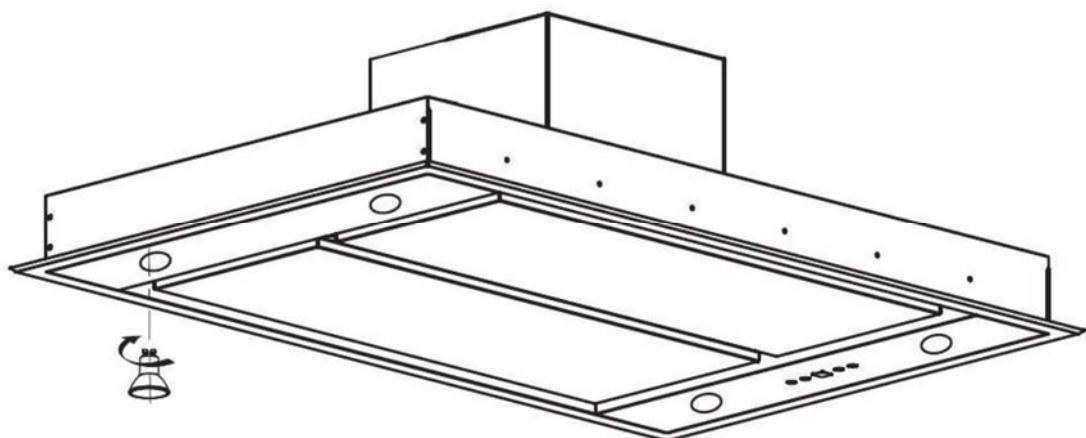

Figura 16
- Premere delicatamente sul lato inferiore della lampadina da sostituire e ruotarla in senso antiorario per liberarla. Fare riferimento alla figura 16.